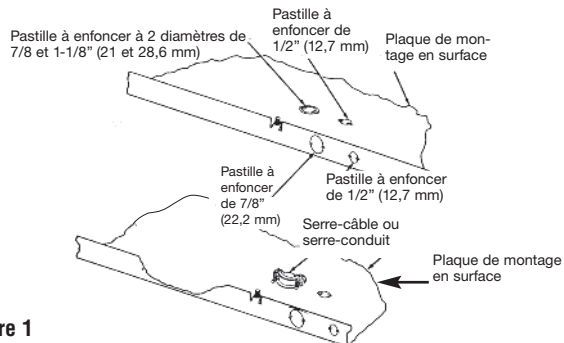

Figure 1
- Enlevez la plaque de montage en surface (Figure 1) du carton contenant l'enceinte de montage en surface, de type SEA.
- Retirez l'une des ouvertures amovibles à proximité de la vis de terre et installez un connecteur de câble ou de conduit (Figure 1).